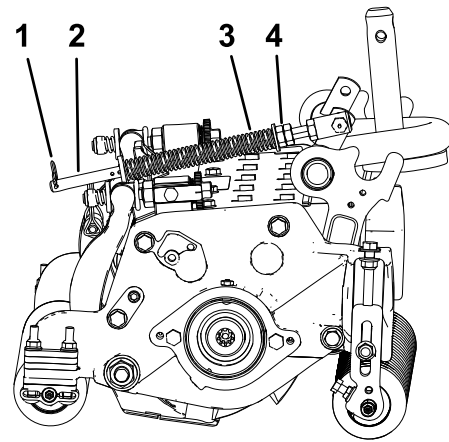

図 13
1. スプリングロッドの後穴にヘアピンコッターを忘れずに取り付けてください 図 13。
2. スプリングロッド前部の六角ナットを締めて、スプリング圧縮状態の長さが 15.9 cm になるようにする 図 13。